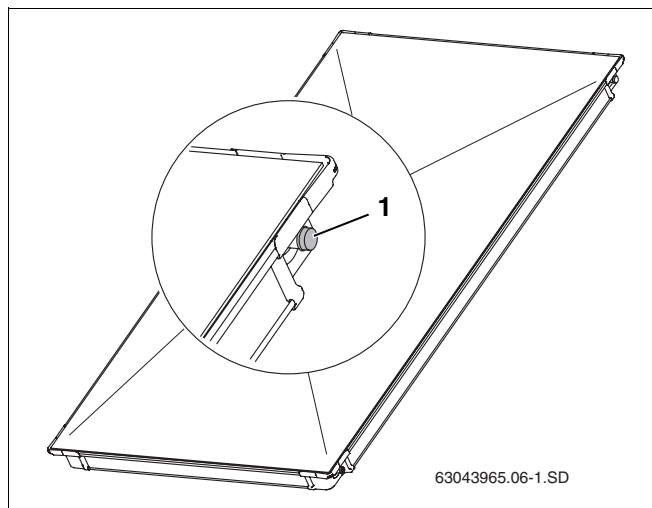

Fig. 5 Cappucci in plastica per gli attacchi dei collettori
- Rimuovere i cappucci in plastica (fig. 5, **pos. 1**) solo poco prima del montaggio.